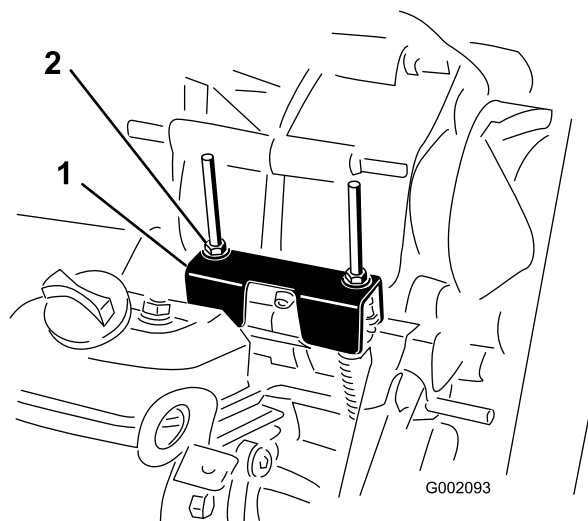

Figura 49
Para realizar operaciones de mantenimiento de rutina y/o diagnósticos del motor, debe ponerse el transeje en punto muerto (Figura 49). El selector de marchas del vehículo dispone de una posición de punto muerto, que controla el punto muerto del transeje. Deben tomarse las siguientes medidas para asegurarse de que la palanca de cambios acciona correctamente el punto muerto del transeje:
2. Asegúrese de que la pletina de punto muerto está en posición de Punto muerto (nivelada respecto al soporte de montaje del cable situado debajo del soporte del cambio de marchas) girando el embrague arrastrado (Figura 49).
3. Apriete una de las contratuercas (Figura 49) para obtener un espacio de 0,76–1,52 mm.